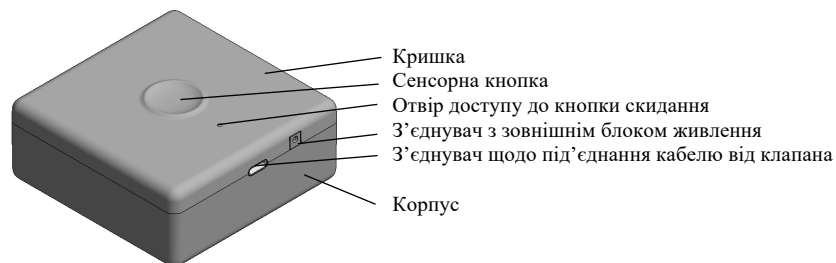
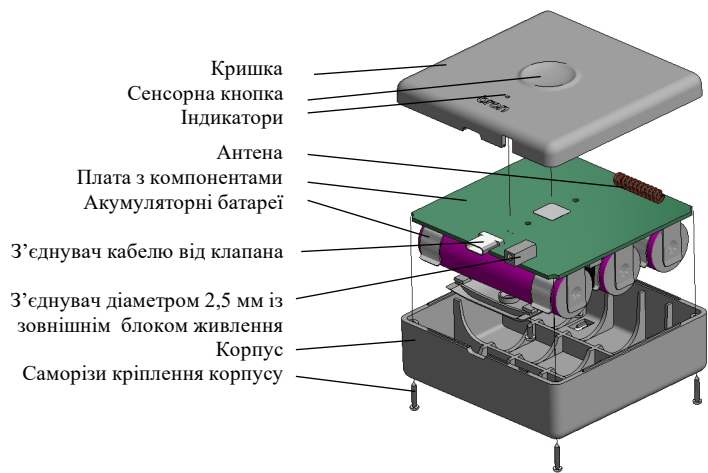

Рисунок 1.1 – Загальний вигляд
Рисунок 1.2 – Вигляд внутрішньої конструкції
1.8 Примусова зміна положення клапана може бути здійснена користувачем натисканням на модуль управління на сенсорну кнопку (див. рисунок 1.1) або ручною зміною положення на клапані (див. рисунок 1.2). Верхнє положення – закрито, нижнє – відкрито. У разі примусової зміни положення клапана пристрій формує та передає на планшет відповідні сповіщення.
1.13 Режими роботи пристрою відображаються світлодіодним індикаторами (див. рисунок 1.1).
4.2 Пристрій складається з корпусу і кришки. В середині корпусу розміщені друкована плата з електронними компонентами, під платою - три акумулятори (див. рисунок 1.2). З нижньої сторони корпусу розміщена кнопка управління з функціями включення-виключення, реєстрації, скидання пристрою.